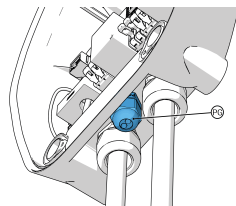

Fig. 3a
- Pour **Dazebox C**, représenté en Figures 3a et 4a, le câble réseau blindé doit passer par un trou du presse-câble (PG), en brisant le fond aveugle à l'aide d'un tournevis. Ce presse-câble possède deux trous aveugles Ø5 mm, l'un destiné au Power Manager, l'autre pour le câble bipolaire de la bobine de déconnexion (consulter le manuel d'installation de Dazebox C).